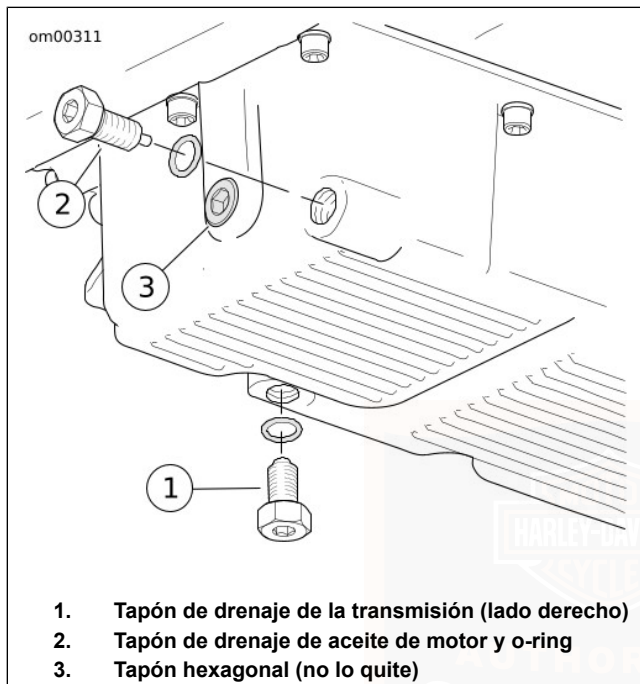

Figura 52. Colector de aceite
2. Vea Figura 52. Quite el tapón de drenaje de la transmisión. Drene el guardacadena primario.